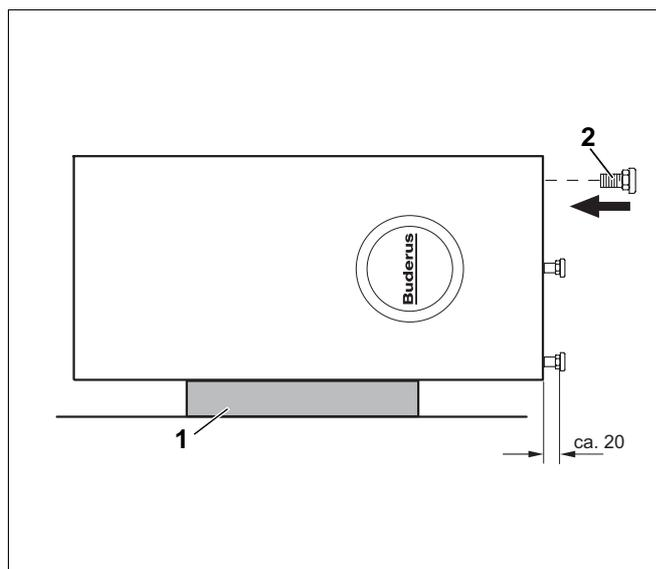

fig. 5 Montagem dos parafusos dos pés
- Colocar a almofada de protecção (fig. 5, **pos. 1**) sobre o piso.
- Retirar os parafusos dos pés ajustáveis em altura da almofada de protecção da base (em esferovite) e enroscar os parafusos dos pés M10 x 30 (fig. 5, **pos. 2**) na base do acumulador de água quente sanitária.